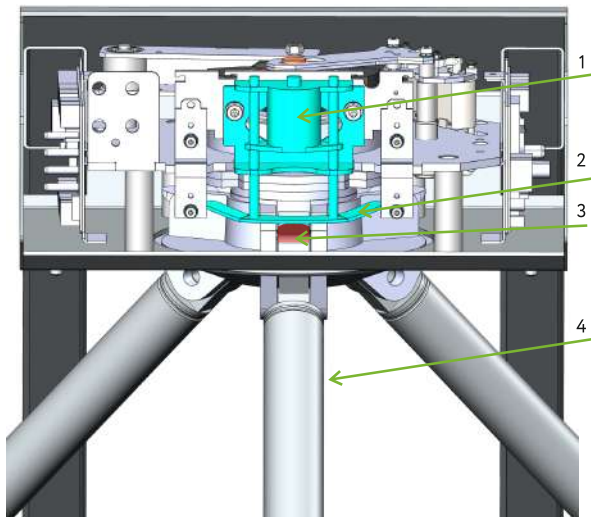

Рисунок 3.3 – Составные части системы «Антипаника»
Устройство «Антипаника» состоит из электромагнита (1), на котором установлена опорная пластина (2) и спускового механизма (3), к которому крепится планка (4) - см. рисунок 3.3.